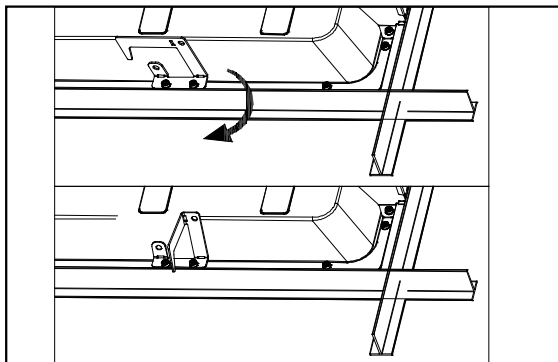

Imagen 3
6. Se proporcionan clips para lograr una unión mayor al sistema de techo. Guíe las 4 lengüetas en la parte posterior del aplique por encima de la red T al doblarlas hacia arriba 90 grados en dirección perpendicular a la parte posterior. Luego, doble las lengüetas 90 grados hacia el marco de la red T (Imagen 3).